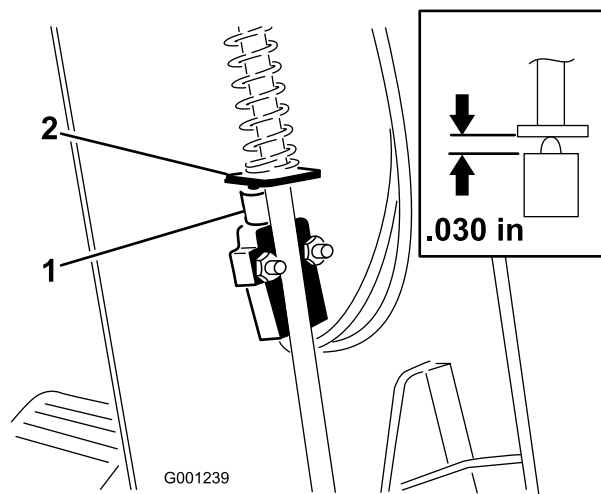

Bild 61
3. Schieben Sie die Abdeckung auf der Lenkwelle nach oben, um den Schalter der Feststellbremse freizulegen (Bild 61).
5. Richten Sie die Schaufel der Feststellbremsstange mit dem Schalterkolben aus (Bild 61)
6. Drücken Sie die Feststellbremsstange nach unten und den Schalter nach oben, bis die komprimierte Länge des Schalterkolbens 0,8 mm beträgt (Bild 61, Einsatz). Dies ist der Abstand zwischen der Schaufel der Bremsstange und dem Gehäuse des Schalterkolbens.